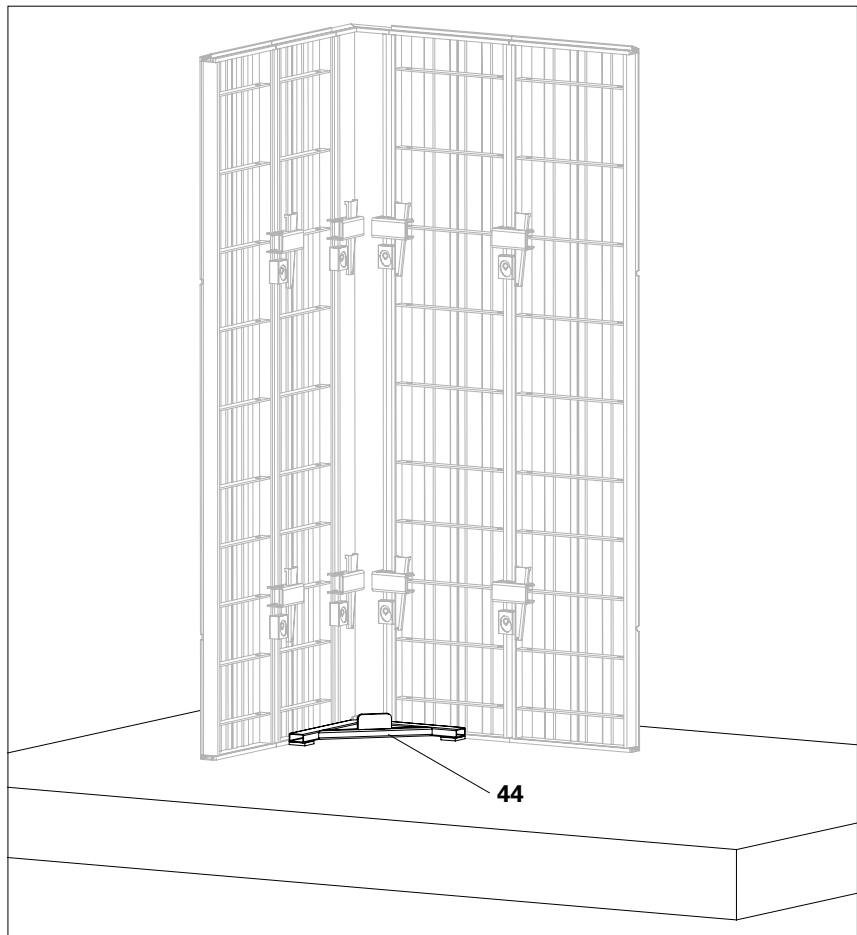

Fig. B1.13
1. Inserire l'angolo di allineamento UNO Plus (44) come indicato nella piastra di allineamento angolo interno UNO Plus (40). (Fig. B1.13 + B1.14)